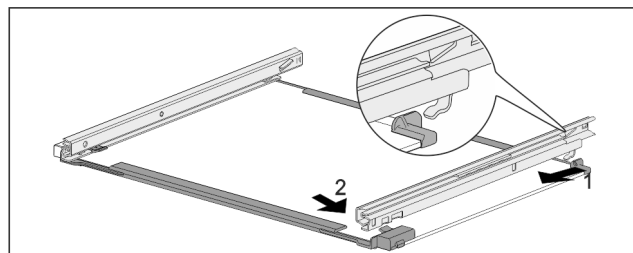

Fig. 150 Skleněná deska s kolejničkami
- ▶ Zahákněte kolejničku vzadu. Fig. 150 (1)
- ▶ Zaklapněte kolejničku vpředu. *Fig. 150 (2)*